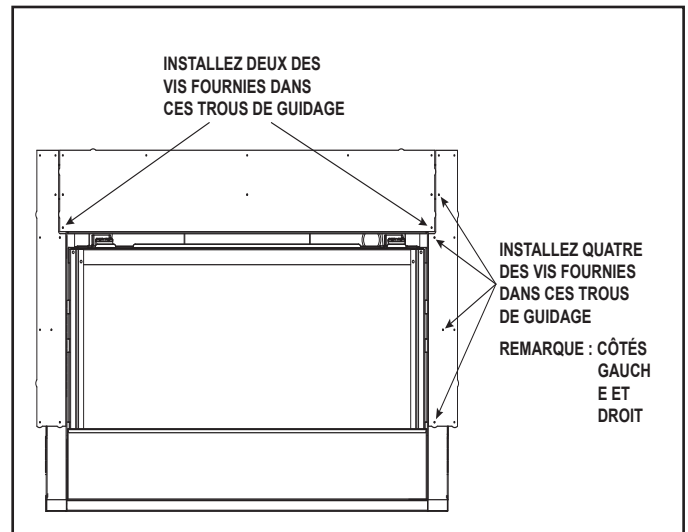

Figure 6.7 Installation des composants latéraux incombustibles.
4. Poursuivez le montage du panneau supérieur incombustible en installant des vis dans les trous de guidage situés aux coins supérieurs de gauche et de droite, comme il est indiqué à la figure 6.7.
5. Installez les composants incombustibles de gauche et de droite à l'aide des quatre vis Phillips fournies. Voir la figure 6.7.